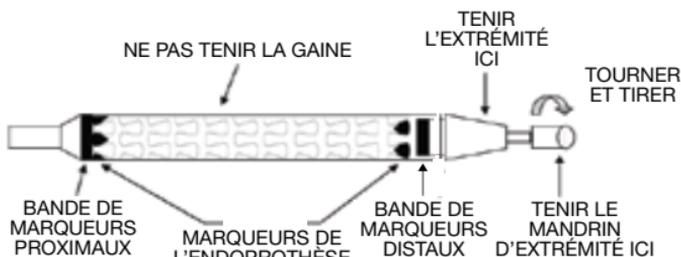

Figure 2 – Retrait du mandrin d'extrémité
1. Maintenir le mandrin d'extrémité en place et injecter du sérum physiologique dans la lumière, à travers le raccord luer proximal situé à l'extrémité du logement. Purger jusqu'à ce que le liquide s'écoule à l'extrémité de la gaine, à proximité de l'extrémité distale de l'endoprothèse. Tenir l'extrémité distale du système de mise en place tel qu'indiqué à la figure 2. **NE PAS TENIR L'ENDOPROTHÈSE.**